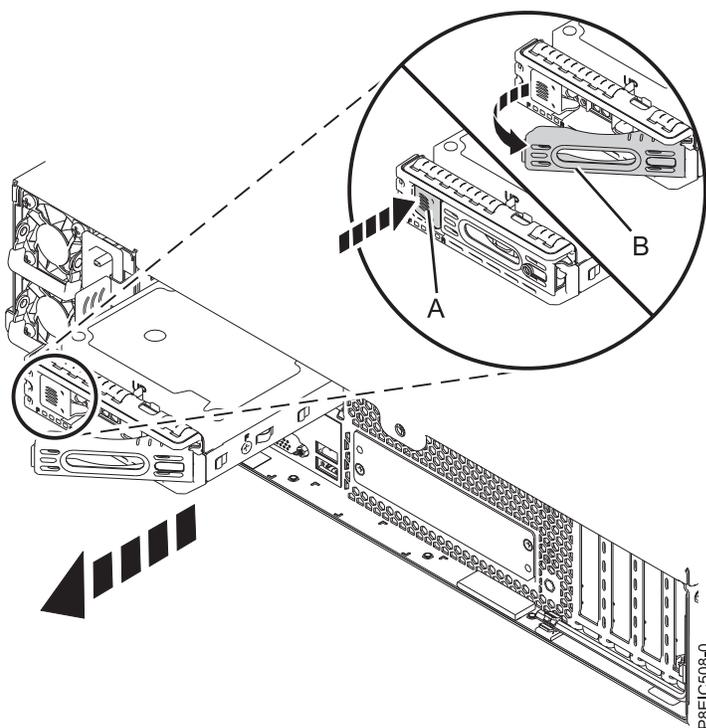

Figura 13. Removendo uma unidade traseira
3. Destrave a alça da bandeja da unidade empurrando a liberação da alça (A). A alça então desencaixa em sua direção. Puxe a alça para fora por todo o caminho; se a alça não estiver totalmente aberta, a bandeja de unidade não deslizará para fora do sistema, conforme mostrado na Figura 13.